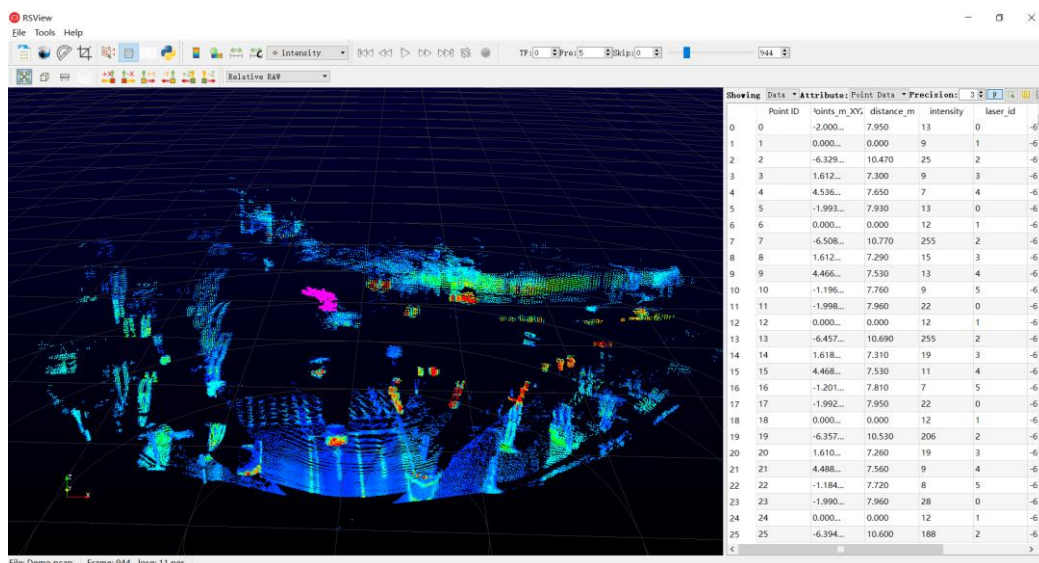

图 A-20 RSView List Selected Points
9. 在 3D 数据显示空间中，使用鼠标画一个长方形框住一些数据点，这些点的数将会在 Spreadsheet 被选择，并且在图中会变成粉红色(图 A-20)。